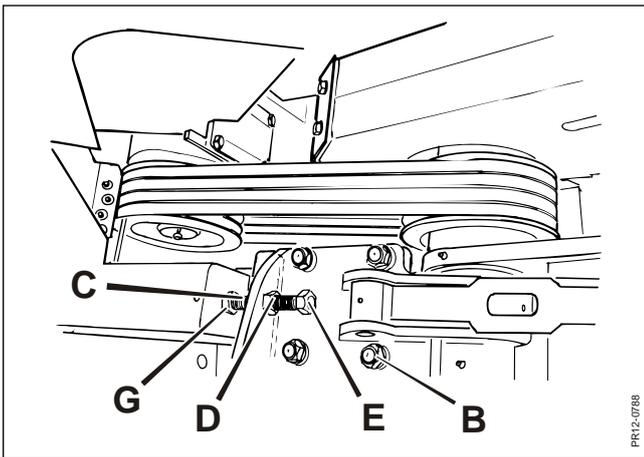

Fig. 5-3
**Fig. 5-3** Die Keilriemen in dem zweiten Antrieb wird abmontiert, indem man die 4 Mutter (B) je 2-3 Umdrehungen drehen. Die Mutter (C) lockern, und die Mutter (D) im Uhrzeigersinn drehen, so daß die Riemenscheiben näher an einander gezogen werden. Beachten Sie bitte, daß die Schraube (E) sich nicht dreht. Wenn notwendig die Kontermutter (G) anziehen. Wenn die Riemenscheiben genügend nah an einander gezogen sind, die Keilriemen abmontieren, und ein neuer Satz montieren. Vergewissern Sie sich, daß die Riemenscheiben so nah an einander sind, daß die Riemen leicht und ohne Zwang um beide Riemenscheiben gelegt werden können. Wenn die neuen Keilriemen montiert sind, werden sie wieder gespannt, indem die Mutter (D) gegen den Kopf der Schraube angezogen wird, und die Mutter (C) wird bis die Keilriemen die korrekte Vorspannung haben, angezogen.